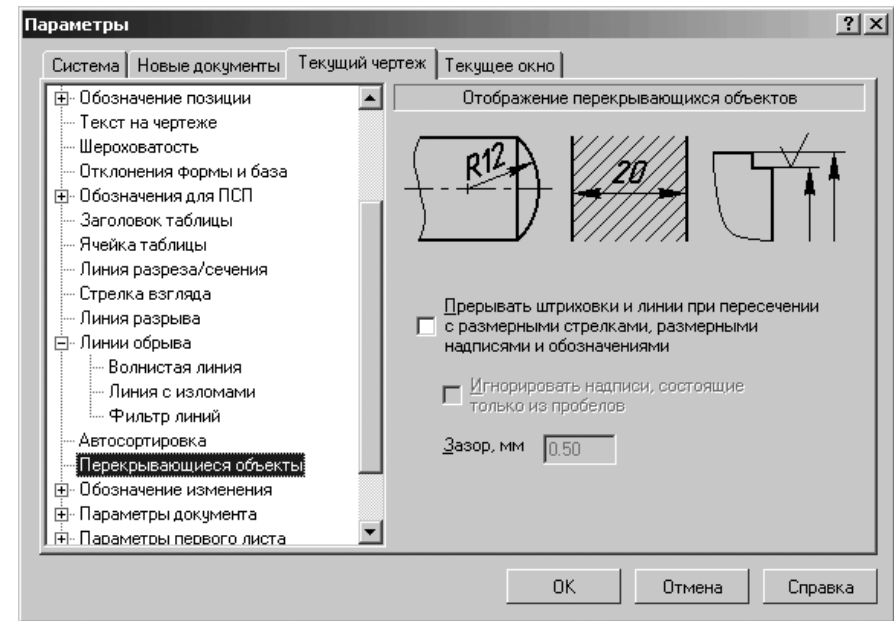

Рис. 10.75. Диалоговое окно **Параметры** с открытой вкладкой **Новые документы (Текущий чертеж)** и панелью **Отображение перекрывающихся объектов**
- щелкните в списке настраиваемых элементов **Графический документ** по пункту **Перекрывающиеся объекты**. В правой части появится панель **Отображение перекрывающихся объектов**, показанная на рис. 10.75;